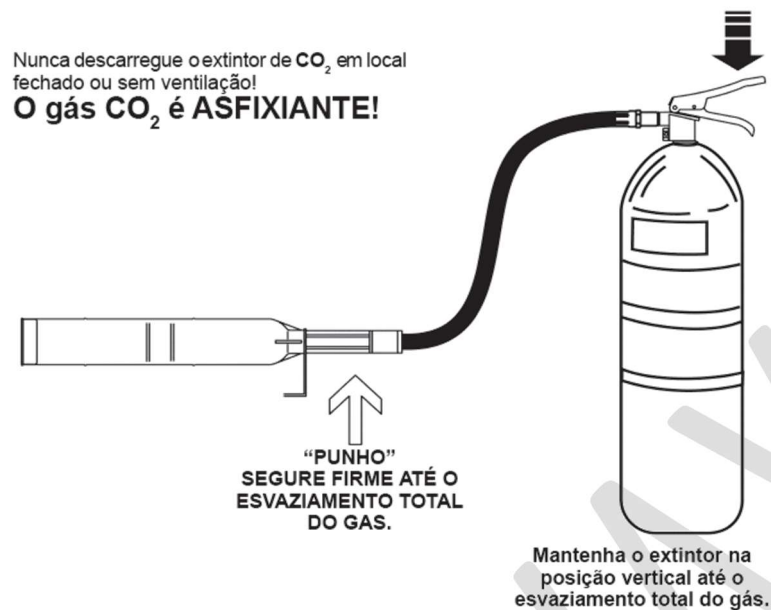

Figura 5: Modo de descarga do Extintor
- a) Descarregue o extintor acionando a válvula (Vide figura 5).